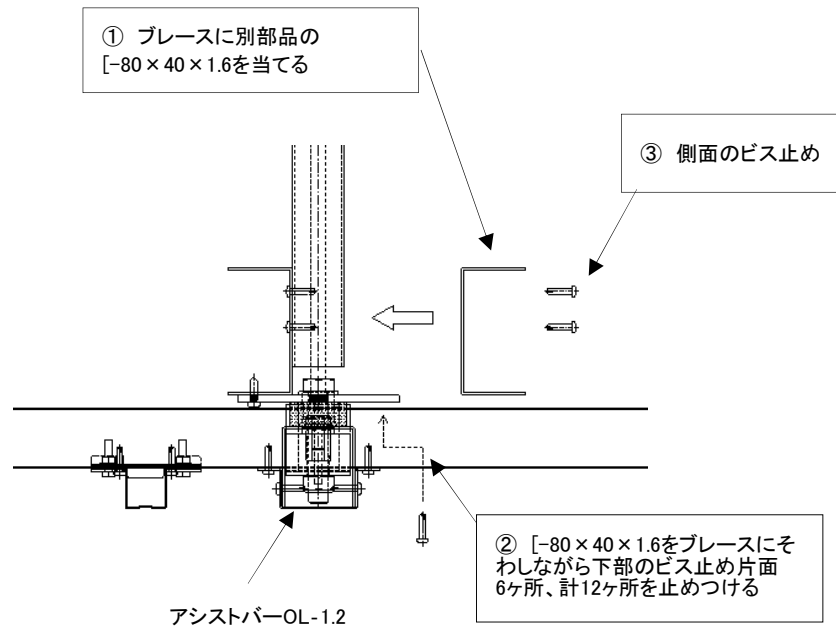

図 2-25 オトレスファスナーの取付方法 (野縁方向)
- ④ オトレスファスナーとブレースとの接続後、別部品の [-80×40×1.6をブレースの反対方向から当て、ビス止めする。(図2-25参照)